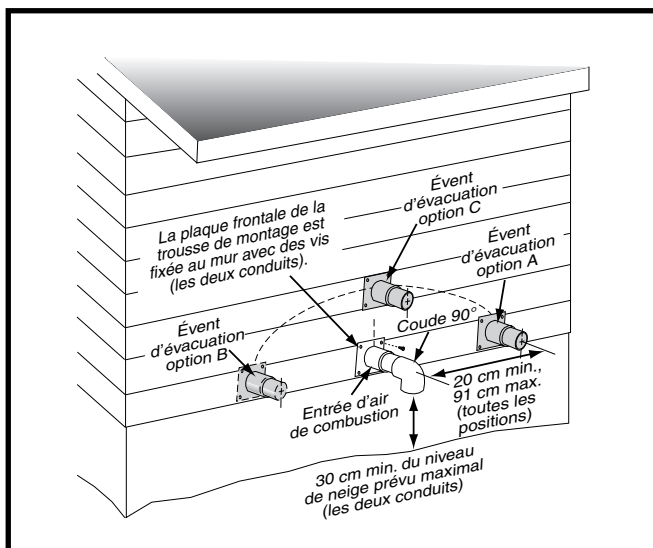
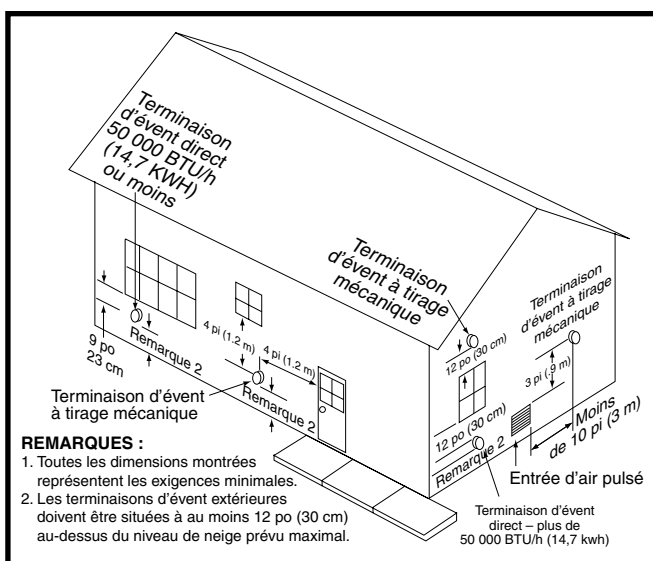
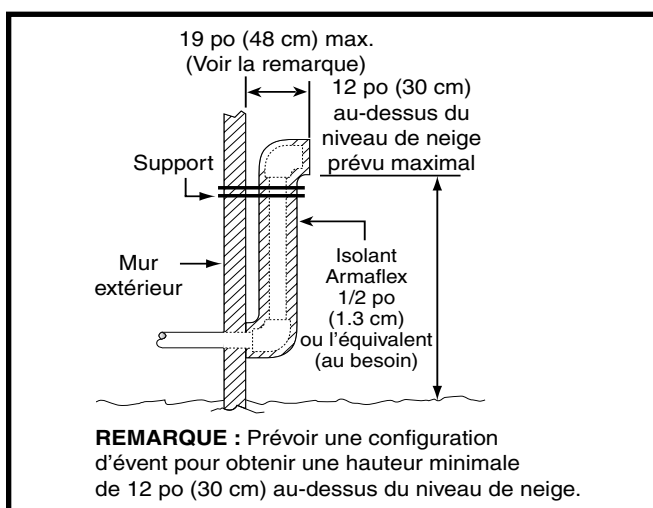
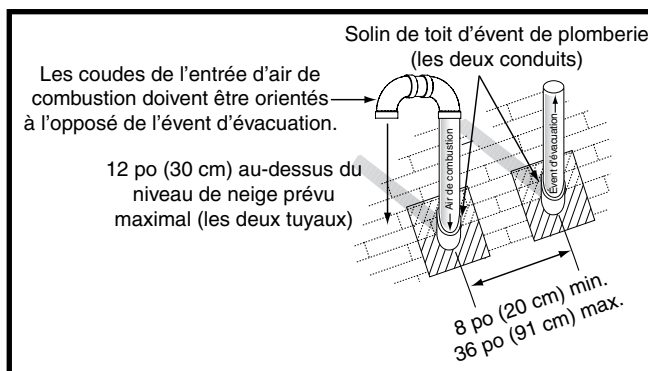

Figure 7. Dégagements du conduit d'admission et du conduit d'évacuation
Figure 8. Emplacements de l'évent
Figure 9. Autre installation d'un conduit d'évent horizontal
Figure 10. Terminaison d'évent vertical
- Si on utilise un système à évacuation directe (2 conduits), l'admission d'air de combustion et l'évacuation doivent être situées dans la même zone de pression atmosphérique. Cela signifie que les deux conduits doivent sortir du bâtiment par la même section de mur extérieur ou de toit, comme indiqué aux Figure 7, Figure 8, Figure 9, et Figure 10.
- Les terminaisons d'évent et d'admission d'air de combustion doivent être installées comme indiqué aux Figure 7 et Figure 8, et conformément à ces directives :
- Tous les dégagements minimaux doivent être maintenus pour protéger les matériaux du bâtiment contre la dégradation causée par les gaz de combustion. Consulter la Figure 7.
- Lorsque le conduit d'évent doit sortir par un mur extérieur à proximité du niveau du sol ou du niveau de neige prévu et qu'il n'est pas possible d'obtenir les dégagements indiqués à la Figure 7 (page 12), il est possible d'utiliser une conduite
montante, comme indiqué à la Figure 9. Il faut utiliser de l'isolant pour éviter le gel de cette section de conduit. Consulter le Tableau 2 \(page 13\) pour la protection contre le gel de l'évent.
Les exigences relatives à l'espacement des terminaisons entre le toit et entre chaque terminaison sont indiquées à la Figure 10. L'endroit où le conduit traverse le toit doit être doté d'un solin approprié et étanche; on peut utiliser un chaperon de toit ou un solin équivalent. La tuyauterie d'évent et la tuyauterie d'air de combustion peuvent être installées dans une cheminée existante non utilisée, à condition que :
- les dégagements de terminaison indiqués à la Figure 10 soient maintenus;